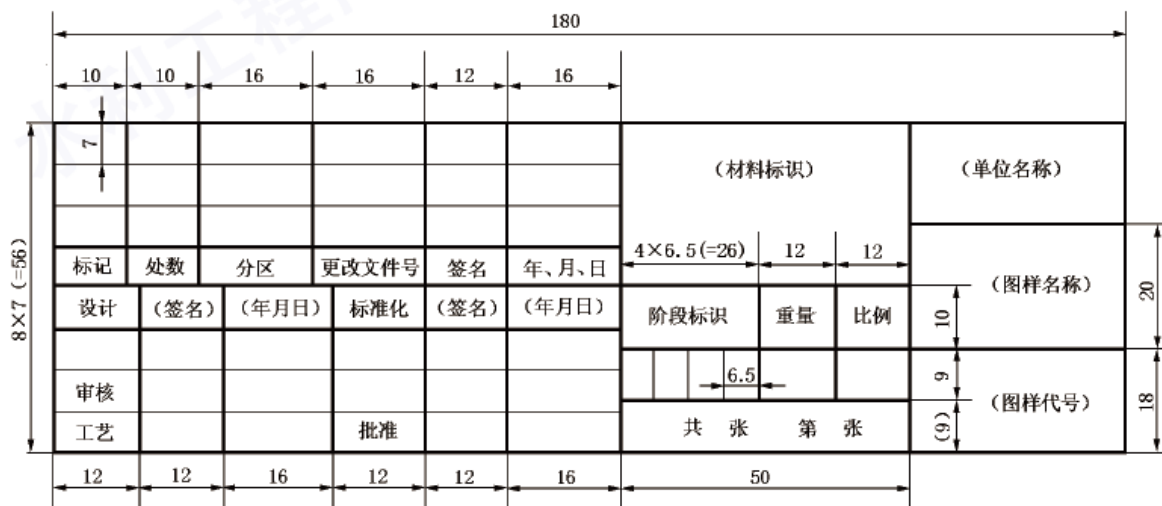
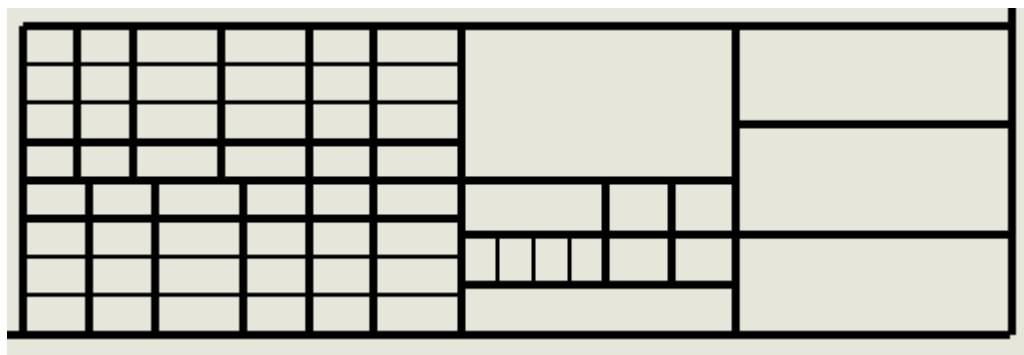

图 2-32 标题栏样式
图 2-35 修改标题栏线宽
根据 GB/T 10609.1 中对标题栏格式的有关规定（如图 2-32 所示），在图框的右下角绘制标题栏。
- (1) 按照图 2-32 所示，使用“直线”、“剪裁实体”、“等距实体”等命令绘制图元并标注尺寸，创建标题栏，结果如图 2-33 所示。
- (3) 按照图 2-32 所示, 使用“线型”工具条中的命令, 修改标题栏线段的线宽, 粗实线为 0.5mm, 细实线为 0.25mm; 修改标题栏线段颜色为“黑色”, 结果如图 2-35 所示。
- (4) 单击“注解”命令标签中的“注释”命令  (如图 2-36 (1) 所示), 在界面左侧管理器窗口中出现“注释”对话框。选择对话框中“引线”处的“无引线”命令图标(如图 2-36(2)所示), 然后在图形区域标题栏相应单元格中单击鼠标, 出现“格式化”对话框及输入窗口, 输入文字, 例如输入“标记”(如图 2-36 (3) 所示), 在下一个位置处单击鼠标左键, 输入其他文字。按照图 2-32 所示, 完成标题栏中的文本注解。注意, 将个别文本大小调整为“5mm”。完成后, 单击“”, 退出添加文字注解状态, 结果如图 2-36 (4) 所示。